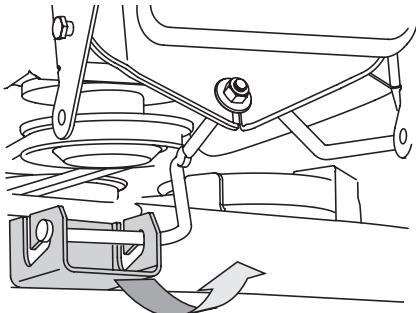

Figure 29
8. Pour les plateaux de coupe de 38 po, faites glisser le plateau de coupe vers l'avant du tracteur tout en dégagant le support avant des crochets. Voir Figure 29.